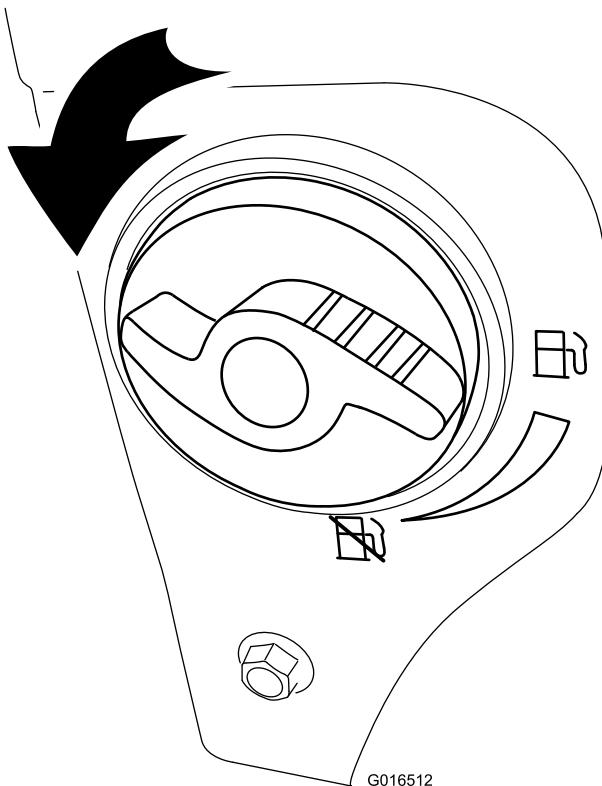

Bild 21
2. Drehen Sie den Kraftstoffhahn eine Viertelumumdrehung nach links, um ihn zu öffnen (Bild 21).